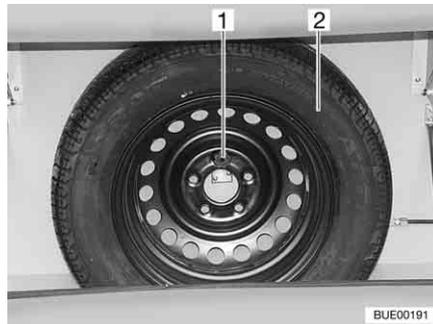

Fig. 213 Supporto per la ruota di scorta
Il supporto per la ruota di scorta è fissato nel vano portabombole. La ruota di scorta (Fig. 213,2) è disponibile con sovrapprezzo.
- Svitare il bullone (Fig. 213,1).
- Prelevare la ruota di scorta (Fig. 213,2).